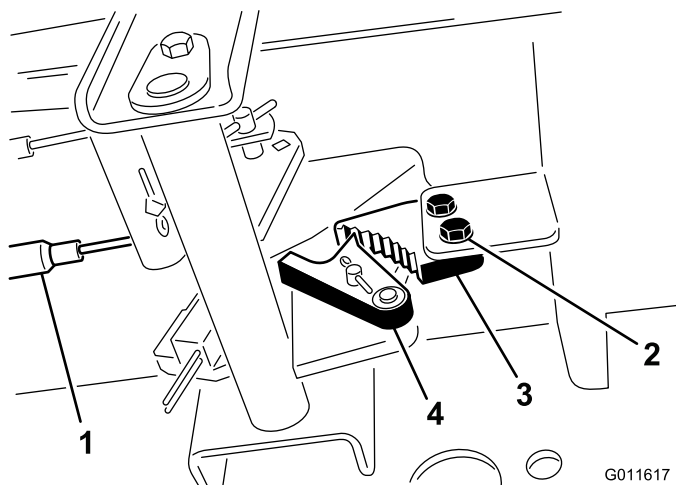

図 65
1. 駐車ブレーキのツメをフレームに固定しているねじ2本をゆるめる 図 65。
2. ブレーキのツメが戻り止めに完全に掛かるまで駐車ブレーキペダルを前に踏み込む 図 65。